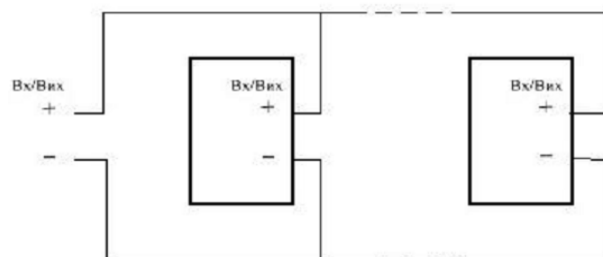

Рис. 7 Схема з'єднання сигналізаторів двопровідним шлейфом
7.2 Для об'єднання сигналізаторів в групу необхідно з'єднати їх за допомогою двопровідного шлейфу (дивись Рис. 7).